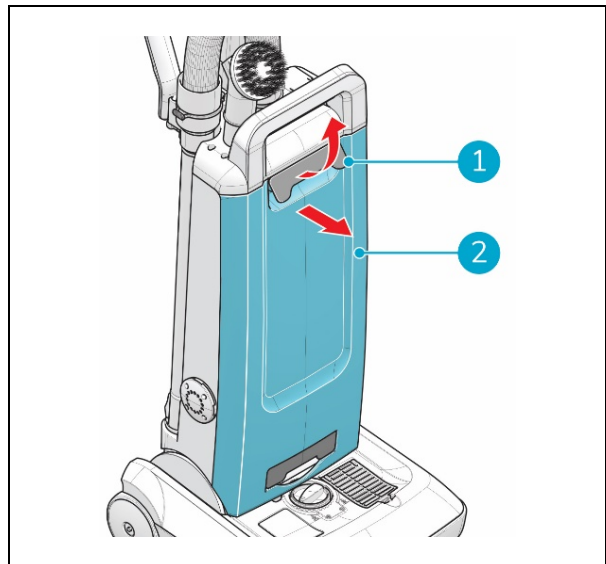

Figura 11
1. Tira del asa de liberación de la cubierta delantera (Figura 11, pos. 1).
2. Retira la cubierta delantera (Figura 11, pos. 2).